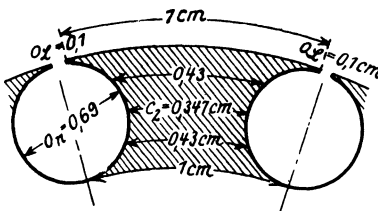

Abb. 259. Läuferfuten zu Aufgabe 325.
nebeneinanderliegende Läuferfuten im Schnitt auf (Abb. 259), entnehme dieser Abbildung die eingezeichneten Längen (1, 0,43, 0,34, 0,43 und 1 cm) und berechne für die hierzu gehörenden Querschnitte  $\mathfrak{B}_z$  aus (144). Man erhält: